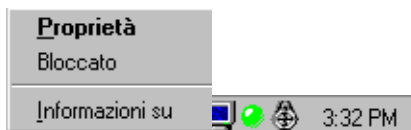

Figura 1-4 Menu Rilevamento ColorLock
1. Fare clic con il pulsante destro sull'icona Rilevamento ColorLock nella barra delle applicazioni e scegliere **Proprietà**, come illustrato nella figura 1-4.